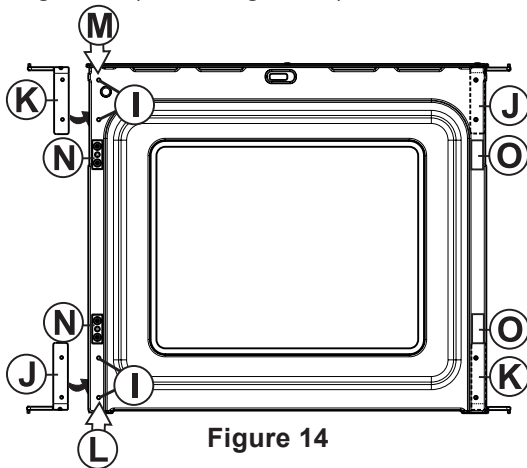

Figure 14
- 3.3.5. Enlevez les 4 bouchons (Voir I, Figure 14) situés du côté gauche de la partie interne de la porte. Conservez-les pour l'étape 6.3.11.
- 3.3.6. Enlevez les 2 bouchons (Voir O, Figure 14) situés du côté droit la partie interne de la porte. Conservez-les pour l'étape 6.3.8.
- 3.3.7. Enlevez les 2 tenons (Voir N, Figure 14) situés du côté gauche de la partie interne de la porte et installez-les de l'autre côté (Voir O, Figure 14).
- 3.3.8. Installez les 2 bouchons, enlevés à l'étape 3.3.6, de l'autre côté de la partie interne de la porte (Voir N, Figure 14).
- 3.3.9. Dévissez la charnière située en bas à droite de la partie interne de la porte et installez-la en haut à gauche (Voir K, Figure 14).
- 3.3.10. Dévissez la charnière située en haut à droite de la partie interne de la porte et installez-la en bas à gauche (Voir J, Figure 14).